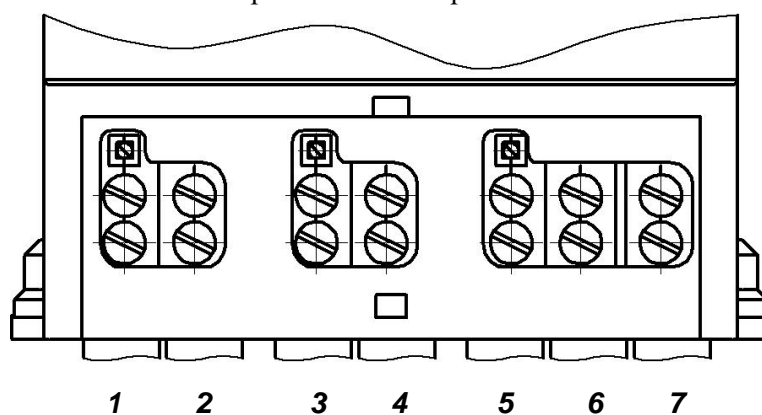

Рисунок 22 – Схема расположения контактов счетчиков РиМ 489.0Х, РиМ 489.1Х на клеммной колодке (под задвижкой)
- и) соединить клеммы «1», «3», «5» счетчика (см. рисунок 22) с фазными проводами ВЛ, **строго соблюдая фазировку**, при помощи заранее подготовленных проводов СИП 2а и зажимов;